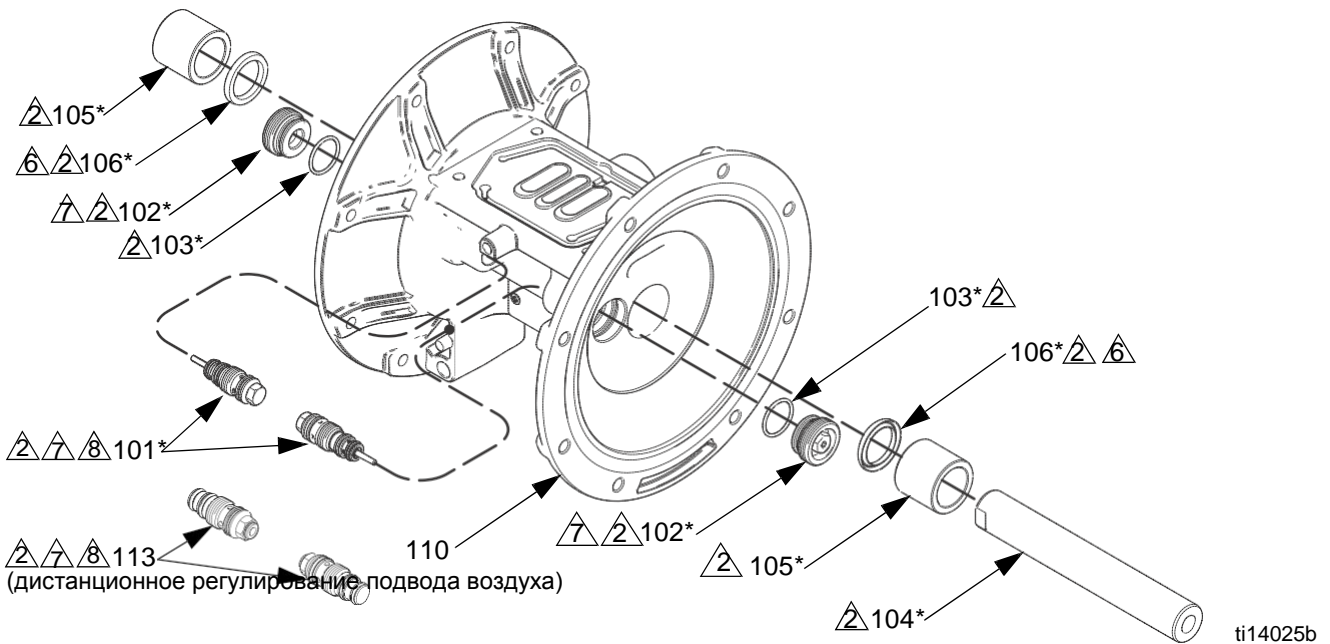

Рис. 6. Сборка мембран и средней секции
б) **Пластиковые насосы:** Для снятия шестигранной головки мембранной тарелки со стороны жидкости воспользуйтесь торцевым или накидным ключом размером 1-1/4 дюйма. После этого снимите все детали блока мембраны. Смотрите рис. 6.
Металлические насосы: Снимите болт (304) с одной стороны вала мембраны, а затем выньте все детали этого блока мембраны. Смотрите рис. 6.
5. Осмотрите вал мембраны (104) на наличие износа или царапин. Если он с изъяном, осмотрите имеющиеся подшипники (105). Если они повреждены, снимите их с помощью съёмника подшипников.
Читайте пояснения ко всем условным знакам на рис. 6. Эти пояснения содержат важные сведения.
- а) Установите уплотнительное кольцо (301) на болт вала (304).
- б) Установите на болт тарелку со стороны жидкости (13), мембрану (15), дублирующую мембрану (305) (при наличии) и мембранную тарелку с воздушной стороны (14) в точности так, как показано на рис. 6.
- в) Нанесите фиксатор резьбы средней прочности Loctite® (голубой) или его аналог на резьбу болта (304). Вкрутите вручную болт в вал до упора.
- г) Смажьте u-образные уплотнения вала (106) и вал мембраны (104) по длине и на концах. Вдвиньте вал в корпус.
- а) Установите на тарелку со стороны жидкости (13) мембрану (15), дублирующую мембрану (305) (при наличии) и мембранную тарелку с воздушной стороны (14) в точности так, как показано на рис. 6.